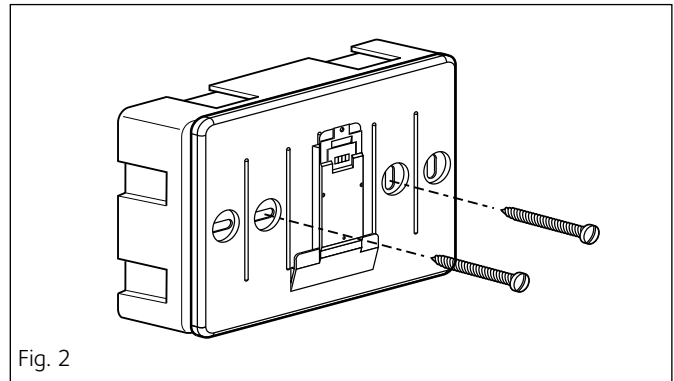

Fig. 2
- fixați baza dispozitivului pe cutia de pe perete folosind șuruburile furnizate în trusă (fig. 2);